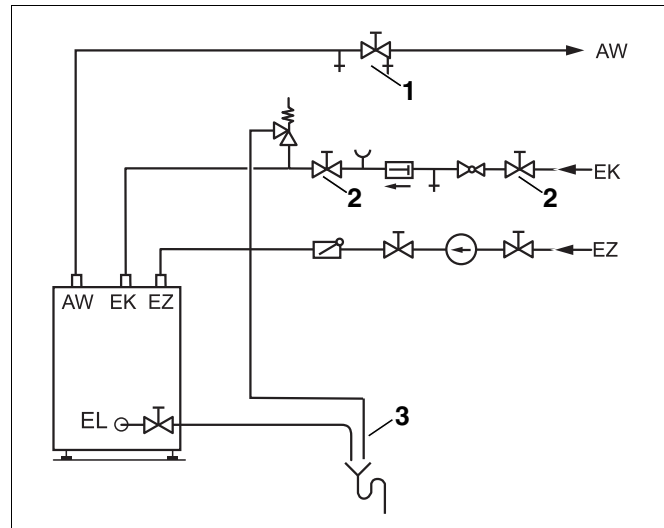

Abb. 12 Installation nach DIN 1988 (Prinzipabbildung)
- Das Be- und Entlüftungsventil (Abb. 12, **Pos. 1**) oder den höchst gelegenen Zapfhahn öffnen, um den Warmwasserspeicher zu entlüften.
- Absperrventil für Eintritt Kaltwasser EK (Abb. 12, **Pos. 2**) öffnen, um den Warmwasserspeicher zu befüllen.
- Vor dem Anheizen prüfen, ob Heizkessel, Warmwasserspeicher und Rohrleitungen mit Wasser gefüllt sind. Dazu Be- und Entlüftungsventil (Abb. 12, **Pos. 1**) öffnen.
- die Ausblaseleitung des Sicherheitsventils (Abb. 12, Seite 14) stets offen bleiben muss.